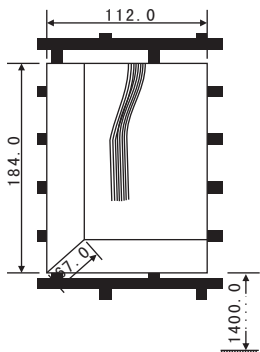

图 1
1. 在距离地面高度约1400mm处按112×184×67mm的尺寸在墙上开一方槽，见图1。